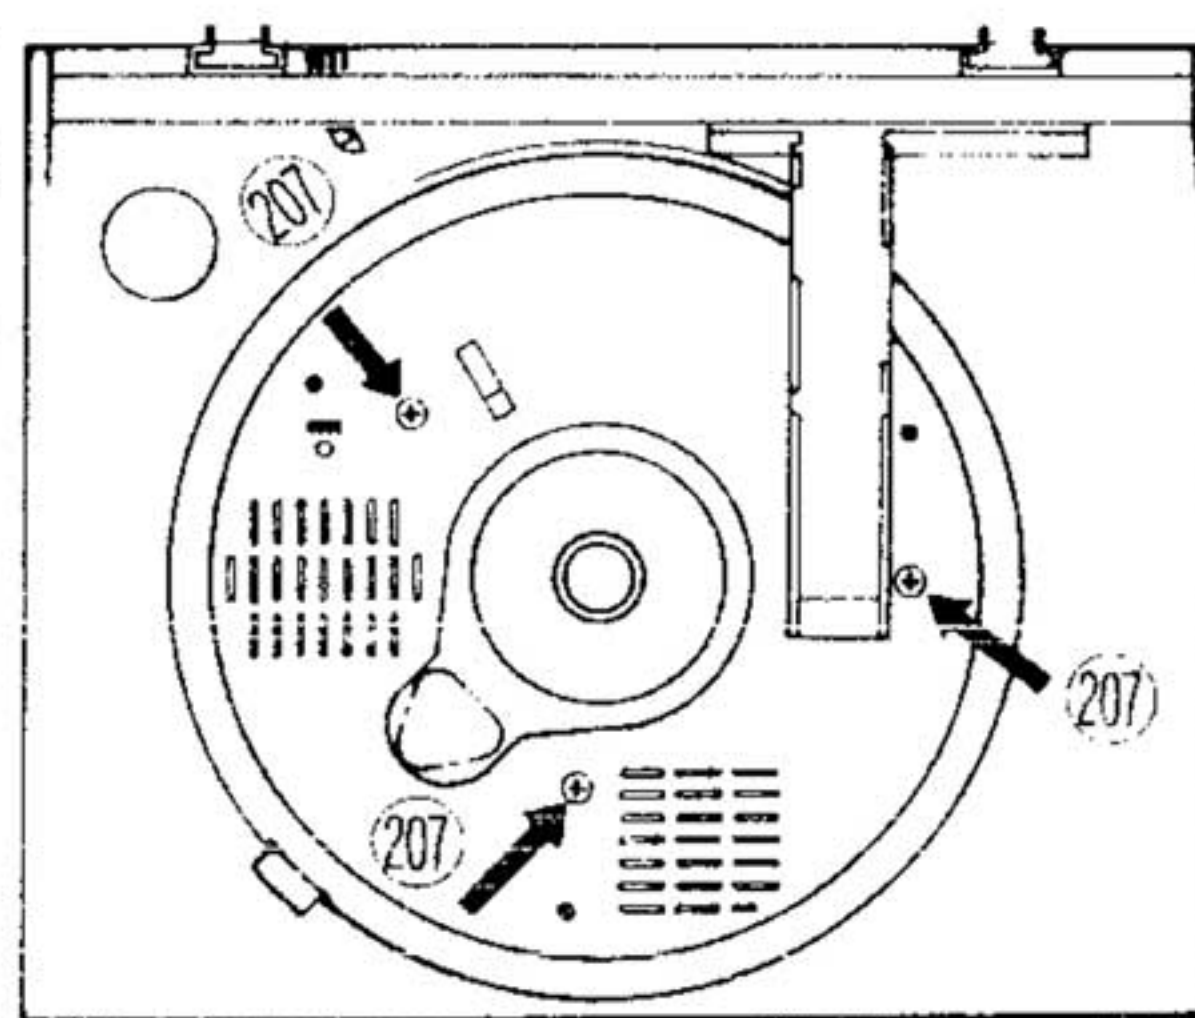

Figure 4
1-9. Remove the three Screws (207) which mount the case top (Fig. 4) and lift the case top.
1-9. キャビネットをとめているビス(207) 3本をとりキャビネットを引き上げる。(図4)